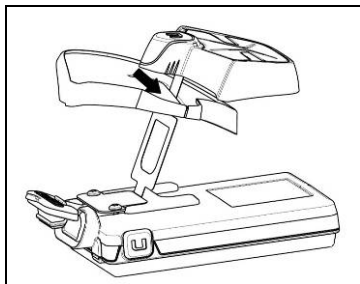

Fig. 4
- Sett ESS-systemets fleksible kabel inn i åpningen på adapteren i den retningen som er vist på bildet (fig. 4).